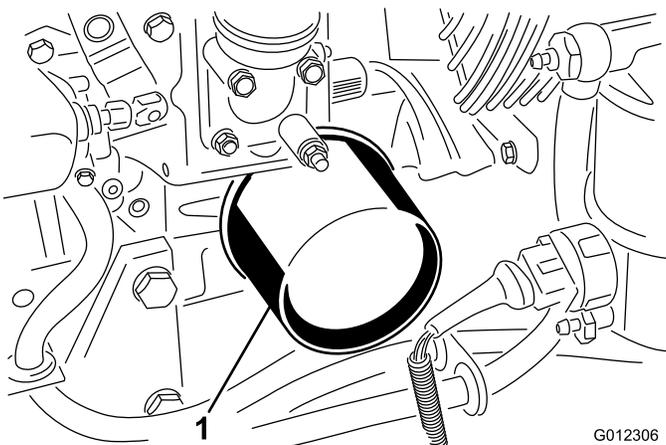

Figura 32
3. Retire o filtro do óleo (Figura 32).